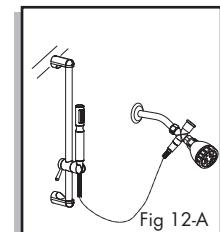

Fig 12-A
12. Test for leaks, tighten as necessary and enjoy(Fig 12-A).
12. Haga correr el agua para ver si hay fugas, ajuste y disfrute(Fig 12-A).
12. Vérifier qu'il n'y a pas de fuites et serrer au besoin. Ce produit est maintenant prêt à être utilisé(Fig 12-A).